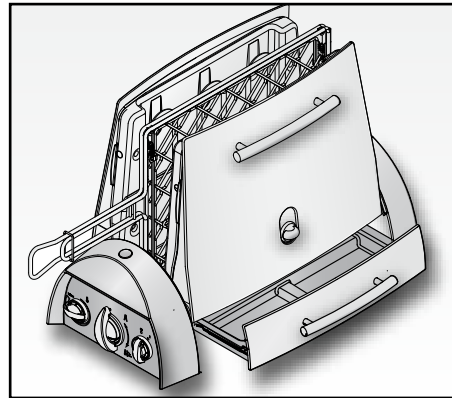

Fig. 5
- I grassi in eccesso si depositano nel vassoio raccogli grassi (3) all'interno del cassetto (2) (Fig. 5) lontano dalle resistenze in modo da non generare fumo o cattivi odori
- Al termine della cottura, spegnere l'apparecchio portando la manopola (4) su 0, staccare la spina dalla presa di corrente e rimuovere la griglia (16), estraendola verso l'alto, dopo aver aperto le piastre mediante la manopola (5).